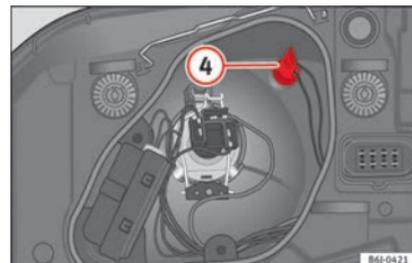

Fig. 178 Luci di posizione
- Estrarre il portalampada ④ » fig. 178 verso l'esterno.